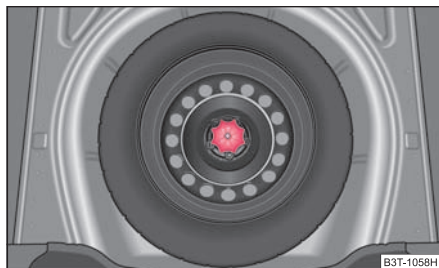

Abb. 216 Gepäckraum:
Das Reserverad liegt in einer Mulde unter dem Bodenbelag des Gepäckraums und ist mit einer Spezialschraube befestigt ⇒ Abb. 216.
- Verstauen und befestigen Sie das ausgewechselte Rad mit einer Spezialschraube in der Reserveradmulde ⇒ Seite 251, Abb. 216.